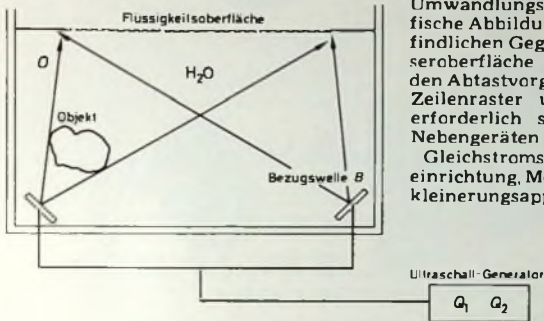

Bild 16. Anordnung zur Aufnahme eines Ultraschall-Hologramms
werden Objekte, die sich in schlecht-durchsichtigen flüssigen Medien befinden, als sichtbare Bilder dargestellt. Bei der Ultraschall-Holografie, von der hier die Rede sein soll, verwendet man einen Ultraschall-Generator mit zwei Schwingquarzen Q_1, Q_2 – die zum Beispiel auf der Frequenz von 10 MHz schwingen – als Schallgeber. Bild 16 zeigt eine solche Anordnung zur Auf-
nahme eines Ultraschall-Hologramms. Der eine Quarz speist das Objekt und erzeugt die akustische Objektwelle (O), der andere dient als Bezugswelle (B). Um daraus ein Schallwellenfeld zu erzeugen, bedarf es eines Flüssig-Mediums. Daher muß das Objekt zu dem im Bild 16 gezeigten Versuch in ein Wasserbad gesetzt werden. Auf der Wasseroberfläche bilden sich dann Interferenzfiguren, welche die Intensitätsstruktur des Schallwellenfeldes getreu wiedergeben, die nach einigen Umwandelungsschritten eine holografische Abbildung des unter Wasser befindlichen Gegenstandes auf der Wasseroberfläche entstehen lassen. Für den Abtastvorgang ist ein Gaslaser, ein Zeilenraster und ein Linsensystem erforderlich sowie eine Reihe von Nebengeräten wie Verstärker, eine Gleichstromsignalunterdrückungseinrichtung, Modulatoren und ein Verkleinerungsapparat.